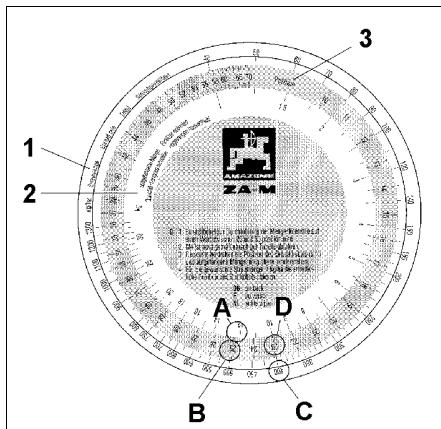

Fig. 31
1. Den ytterste hvite skalaen for ønsket spredemengde [kg/ha] (spredemengde) (Fig. 31/1).
2. Den innerste hvite skalaen for gjødselmengden som er samlet opp ved spredemengdekontrollen [kg] (Fig. 31/2).
3. Den midtre farveskalaen med spjeldinnstillingen (posisjon) (Fig. 31/3).
- Ta regneskiven i hånden. Finn oppsamlet mengde [kg] tallverdi **12,5** (Fig. 31/A) på skala (Fig. 31/2) og still den overfor den valgte spjeldinnstilling (posisjon) **25** (Fig. 31/B) på farveskalaen (Fig. 31/3).
- Finn ønsket spredemengde (**400 kg/ha**) (Fig. 31/C) på skalaen for spredemengde (**Fig. 7.9/1**) og les av nødvendig spjeldinnstilling (posisjon) **23** (Fig. 31/D) ablesen.